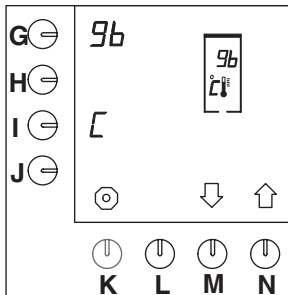

Abb. 40 Einstellen der Temperatur
- Geben Sie die Chef-Geheimnummer ein und drücken Sie dreimal auf die Wahl taste (N.)↑, um bis Abb. 40 im Display erscheint.
- Geben Sie die Chef-Geheimnummer ein und drücken Sie dreimal auf die Wahl taste (N.)↑, bis Abb. 40 im Display erscheint.